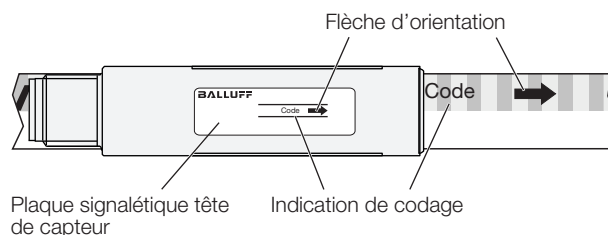

Fig 4-1 : Alignement de la tete de capteur par rapport à la bande magnetique
3. Positionner la bande conformément à l'impression (voir Fig 4-1, page 8).